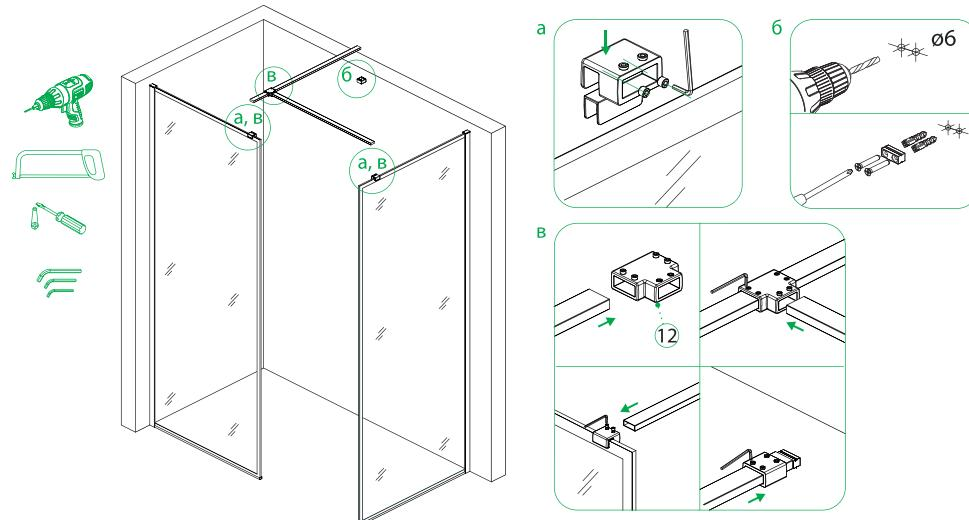

Рис. 10/10-сур.
8. После чего необходимо закрепить профиль жесткости изделия. Коннекторы профиля со стеклом обычно устанавливаются на расстоянии 10-15 см от торца закаленного стекла – закрепите их (рис. 10-а).
9. Просверлите в стене отверстия для коннектора профиля со стеной напротив коннектора профиля со стеклом (рис. 10-б). Закрепите профили жесткости, предварительно отрезав необходимую длину ножковкой согласно расположению держателей на стеклах и стене.
Важно! Для сборки двух каркасов вам понадобится коннектор каркаса душевой перегородки Walk In, который приобретается отдельно (рис. 10-в).